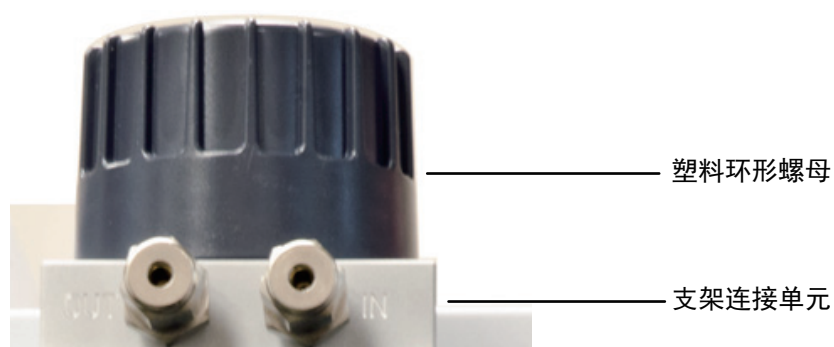

图 30. 从支架连接单元上拆下塑料环形螺母
- 2 从支架连接单元顶部拧松并拆下塑料环形螺母（图 30）。